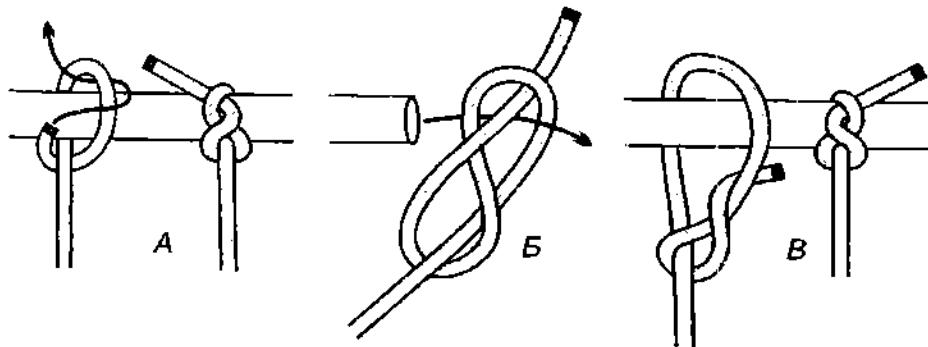

Рис. 651. Самозатягивающийся узел восьмёркой. А – 1-й способ завязывания; Б – 2-й способ завязывания, В – левый самозатягивающийся узел восьмёркой.
**Самозатягивающийся узел восьмёркой** – это стопорный узел **восьмёрка**, завязанный на опоре (рис. 651). Это также **удаека «восьмёркой»** с одним шлагом (рис. 651 *В*), и если связать **самозатягивающийся узел восьмёркой** с тремя и более шлагами, то получится обыкновенная **удавка** или **плотницкий штык**.